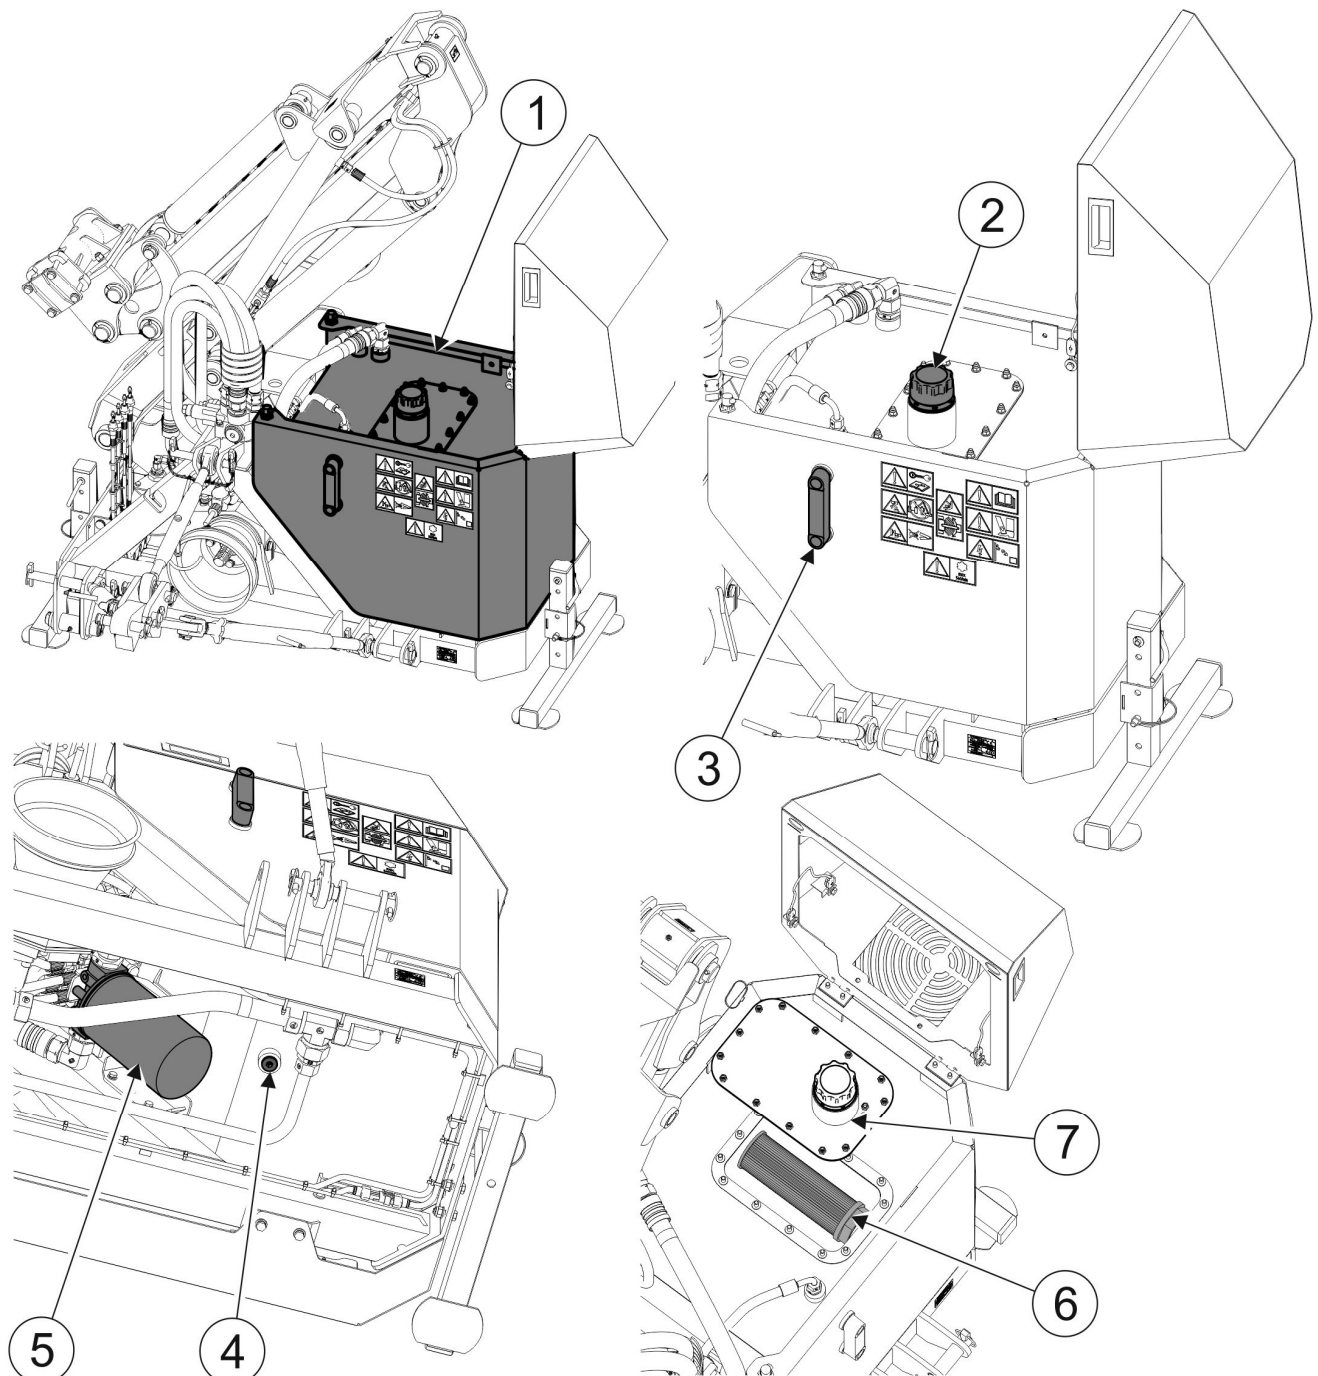

ABBILDUNG 5.1 ÖLTANK
Der Öltank (1) (ABB. 5.1) fasst 130 l Hydrauliköl des Typs HL46. Täglich sind die Schweißnähte und die Verbindungen der Hydraulikschläuche von Tank auf Dichtheit zu prüfen.